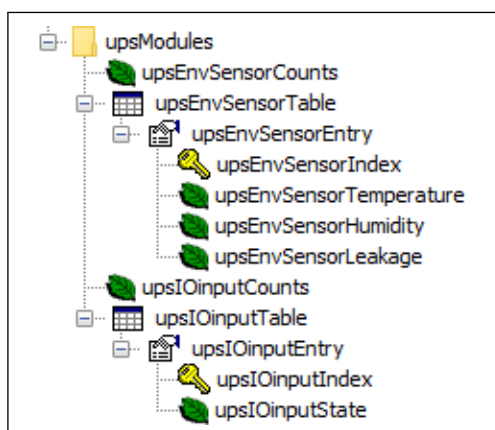

Рис. 1: Структура группы upsModules
- добавлена группа upsModules для получения данных с ДОС и состояния входов с МДВВ (рис. 1).